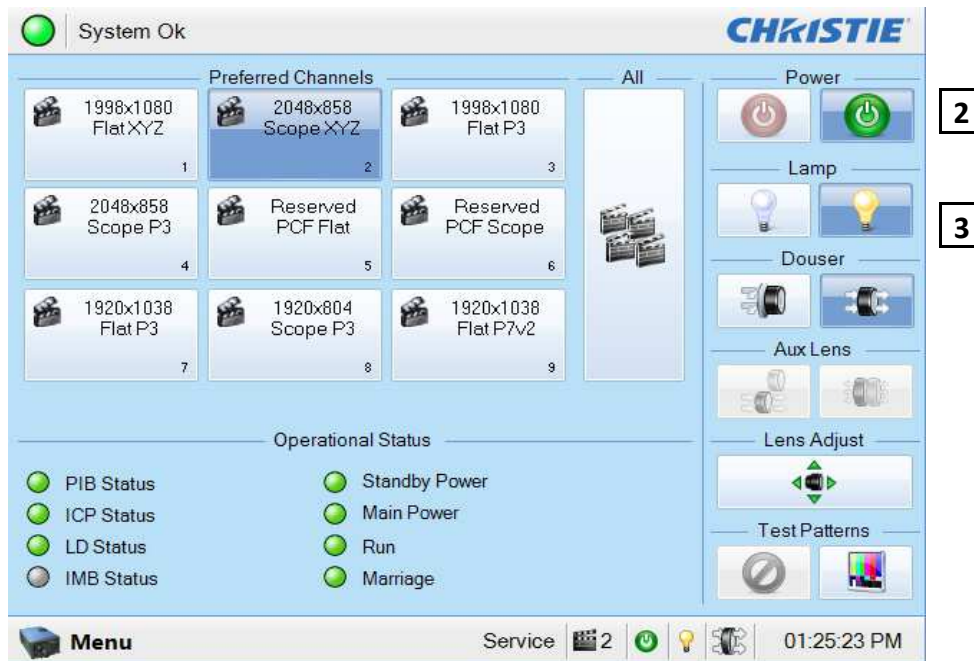

Abbildung 3-1 Die Schalter Power ON und Lamp ON auf dem TPC
3. Drücken und halten Sie die Taste LAMP ON (**Lampe EIN**) auf dem TPC eine Viertelsekunde (1/4), um die Lampe einzuschalten. Siehe **Abbildung 3-1**.